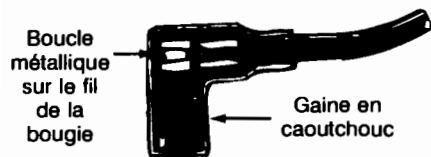

Figure 15
- Branchez le fil de la bougie sur cette dernière. Si une gaine en caoutchouc recouvre l'extrémité du fil de la bougie, assurez-vous que la boucle métallique, au bout du fil de la bougie (dans la gaine en caoutchouc), est bien fixée sur l'embout métallique de la bougie. Voir la figure 15.